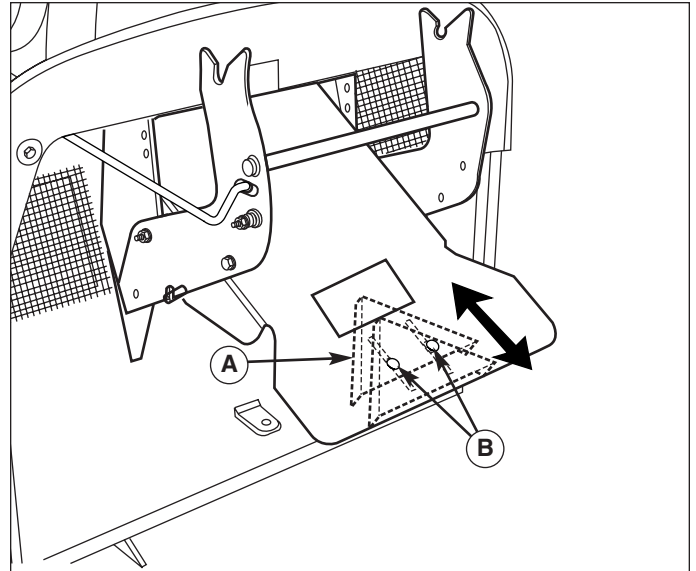

Figure 6. Einstellen des Prallblechs
1. Die Befestigungselemente (B, Abbildung 6) lösen.
2. Das Prallblech (A) nach oben oder unten schieben.
3. Die Befestigungselemente (B) wieder festziehen.